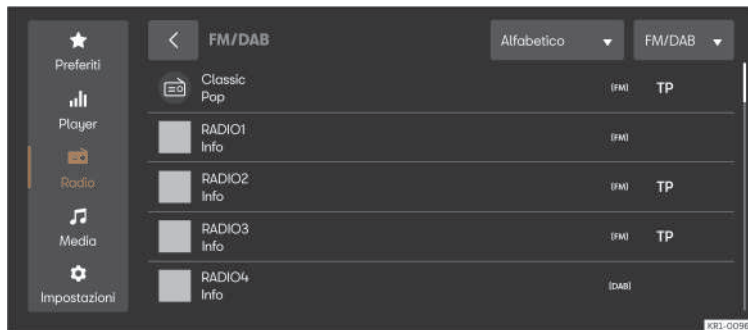

Fig. 156 Rappresentazione schematica: Visualizzazione Radio.
- Premere **HOME** > **Ⓜ** > **📻** >>> **fig. 156**.